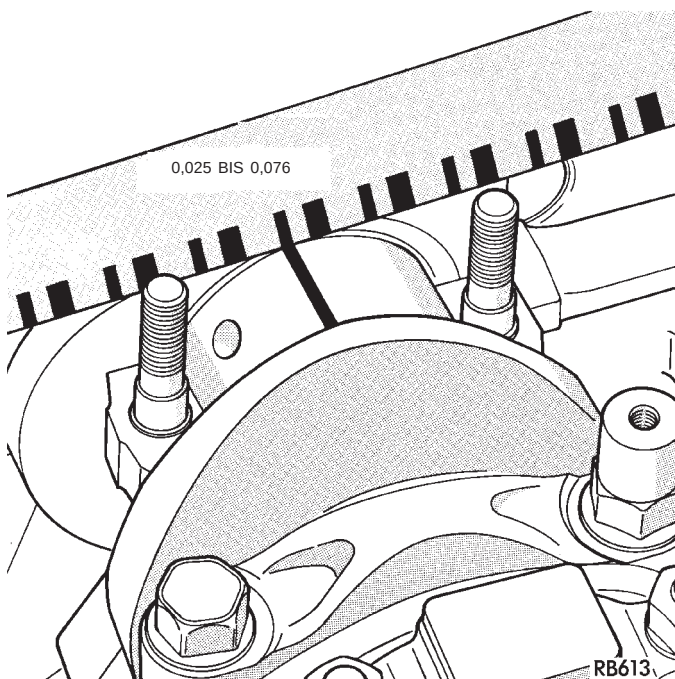

Abb. 13 Pleuellagerspiel messen—Typisch
(1) Hauptlagerspiel und Pleuellagerspiel messen: Siehe "Instandsetzung/Allgemeines" (Abb. 13). Siehe Pleuellagerölspiel-Tabelle für technische Daten.